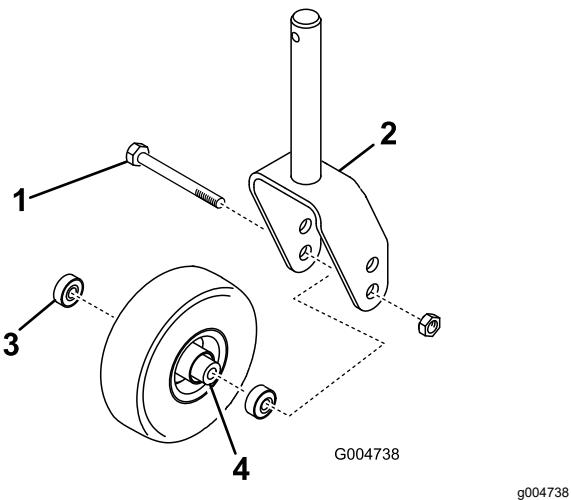

Figura 23
2. Retire la contratuerca del perno que sujetla el conjunto de la rueda giratoria en la horquilla (Figura 23). Sujete la rueda giratoria y retire el perno de la horquilla o del brazo de pivote.
3. Retire el cojinete de la rueda y deje que se caiga el suplemento del cojinete (Figura 23). Retire el cojinete del otro lado de la rueda.